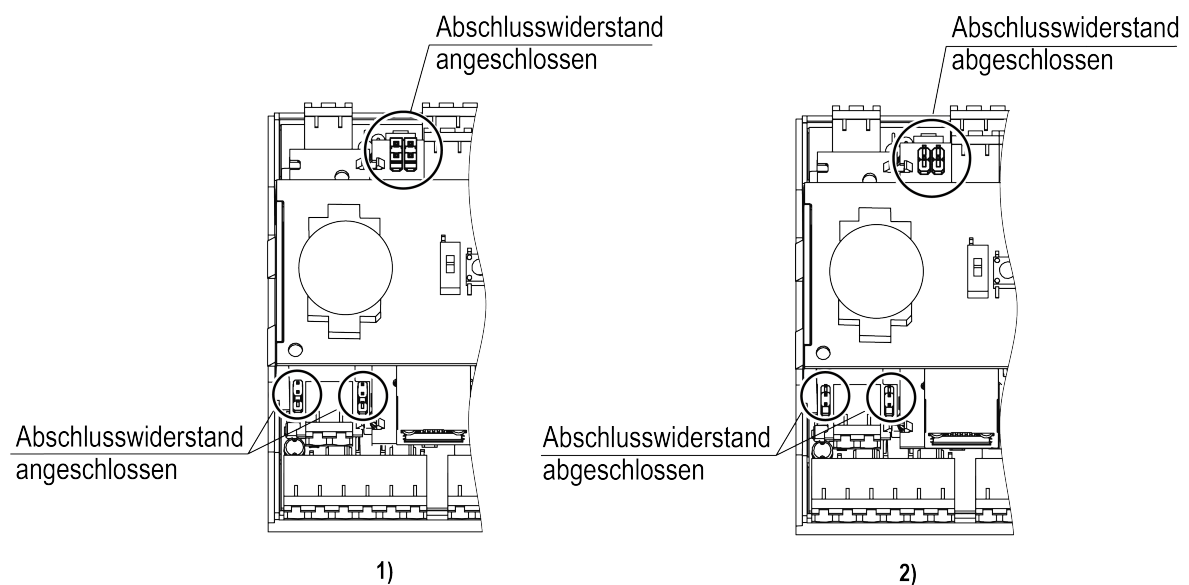

Abb. 6.23 Positionen der RS485-Brücken: 1 – RS485-Abschlusswiderstand angeschlossen, 2 – RS485-Abschlusswiderstand abgeschossen
2. Setzen Sie die Brücken auf die Platine wie es in Abb. 6.23 dargestellt ist.